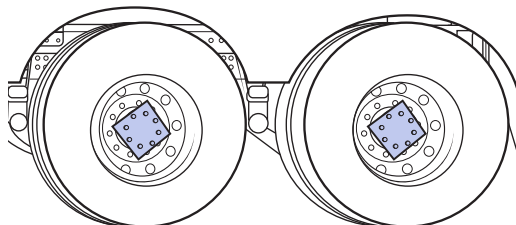

Figure 22 - Protection des moyeux
7. Installez un couvercle temporaire sur le moyeu (**Figure 22**) pour empêcher la contamination de pénétrer et également pour éviter la perte de lubrifiant.